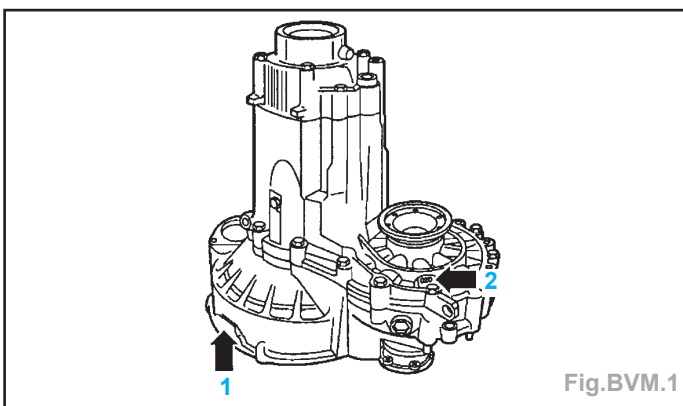

Fig.BVM.1
- Lettres-repères et date de fabrication de la boîte de vitesses (flèche 1) (Fig.BVM.1), jusqu'à 06/99.
- BV mécanique 02K (flèche 2) (Fig.BVM.1).